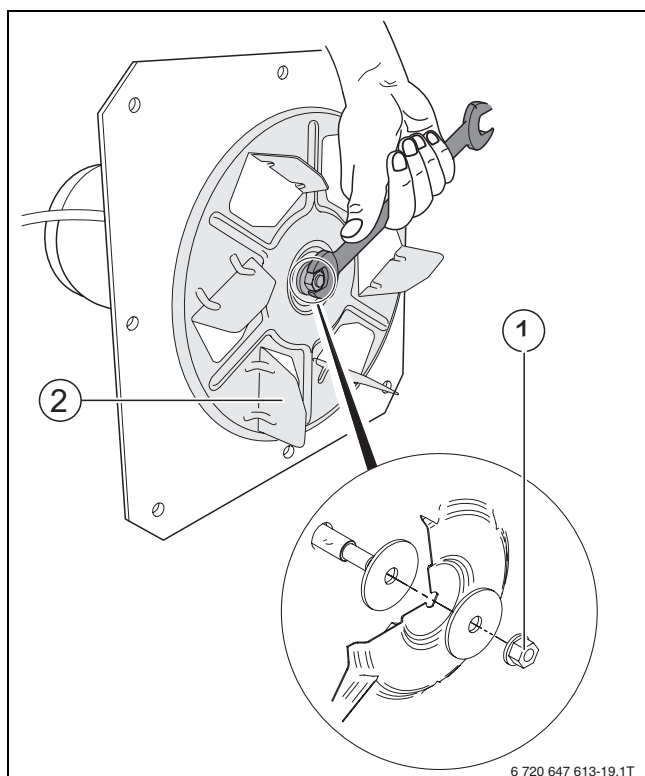

Fig. 31 Verificarea poziției roții cu palete a suflantei
- ▶ Verificați poziția roții cu palete a suflantei (→ Fig. 31, [2] și strângeți eventual piulița centrală (**filet stânga**) (→ Fig. 31, [1]) cu o cheie tip furcă de 10 mm. Pentru a o strânge rotiți piulița centrală spre stânga.